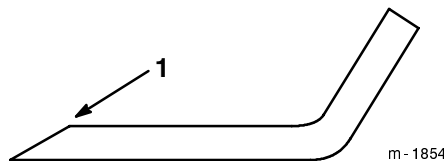

Figure 36
1. Au moyen d'une lime, aiguisiez les arêtes de coupe aux deux extrémités de la lame (Fig. 36) en veillant à conserver l'angle de coupe d'origine. Limez la même quantité de métal sur chacune des deux arêtes pour ne pas déséquilibrer la lame.